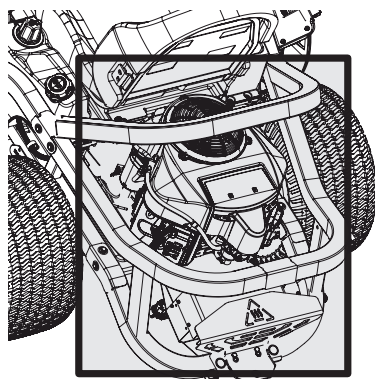

Figure 31
- Maintenez les deux côtés des fentes de refroidissement de la transmission, le collecteur d'échappement, les fusibles, tout le câblage et tous les faisceaux de câbles, le tuyau de silencieux, le bouclier du silencieux, les crépines d'aspiration et les ailettes de refroidissement du moteur, etc. à l'écart des déchets de coupe et des feuilles. Consultez la Figure 31.